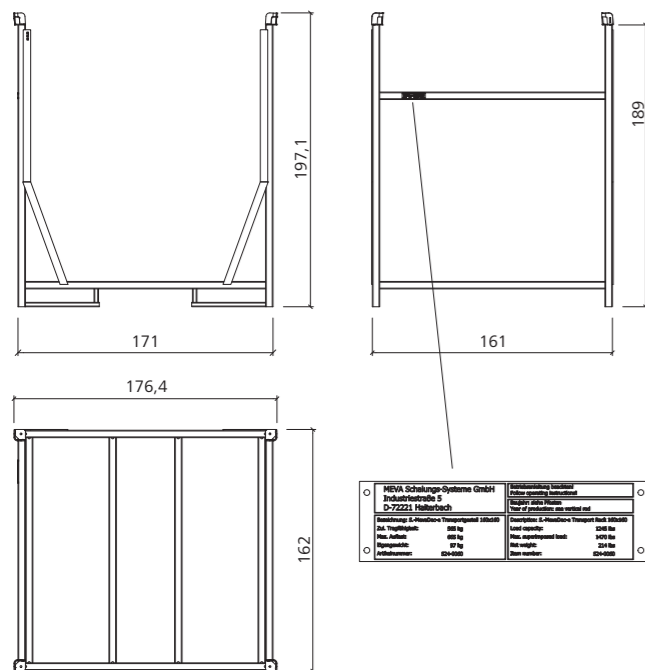

Abb. 1
- Sie dürfen das S.-MevaDec-e Transportgestell 160/160 ohne Typenschild oder mit unleserlichen Tragfähigkeitsangaben nicht verwenden (Abb. 1 und Abb. 9). Ohne Typenschild hat diese Bedienungsanleitung keine Gültigkeit (siehe Punkt 8).